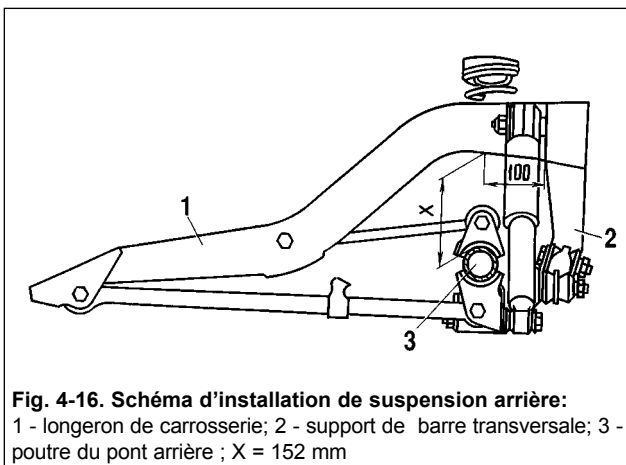

Fig. 4-16. Schéma d'installation de suspension arrière:
- charger la partie arrière de façon que la distance X du carter de pont jusqu'au longeron de la carrosserie soit 152 mm, s'il est mesuré à partir de support de barre transversale (fig.4-16); serrer des écrous sur les boulons fixant la barre de réaction